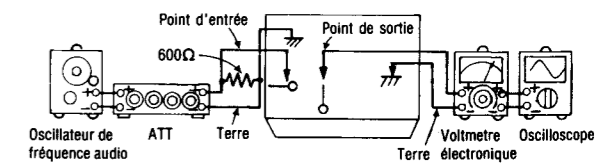

Fig. 6
1. Le raccordement de l'équipement d'essai est montré à la Fig. 6, Raccorder un fil de connexion à TP6.
5. Si elle n'est pas en deçà de la normale, régler VR7 (canal de gauche) [VR8 (canal de droite)] et répéter les étapes (2), (3) et (4) jusqu'à ce que la puissance de sortie soit en deçà de la normale.